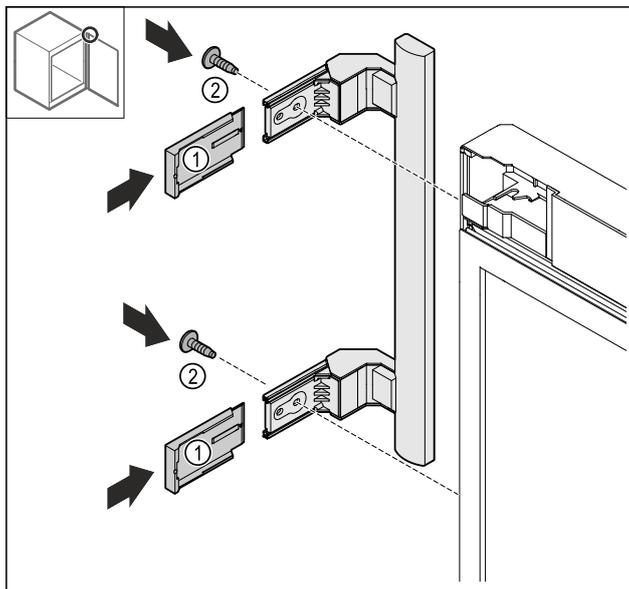

Fig. 27
- Uzbīdīet pārsegu Fig. 27 (1).